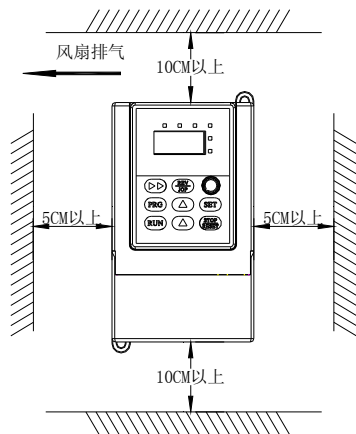

图 2-2 安装的间隔距离图
- (1) 一般情况下应立式安装。
- (2) 安装间隔及距离最小要求，如图 2-2 所示。